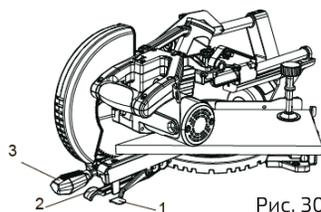

Рис. 30
1. Разблокировать поворотный стол, подняв рычаг блокировки кулачка (1) вверх (рис. 30).
2. Удерживая блокирующий рычаг (2) в верхнем положении, повернуть стол на требуемый угол вправо или влево с помощью рукоятки поворота (3).